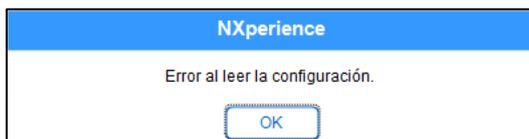

Fig. 57 – Error al leer la configuración
e. Si el **NXperience** presentar error mientras la lectura de la configuración, como muestra la **Fig. 57**, y la pantalla del dispositivo está apagada, se debe intentar el procedimiento descrito a continuación: